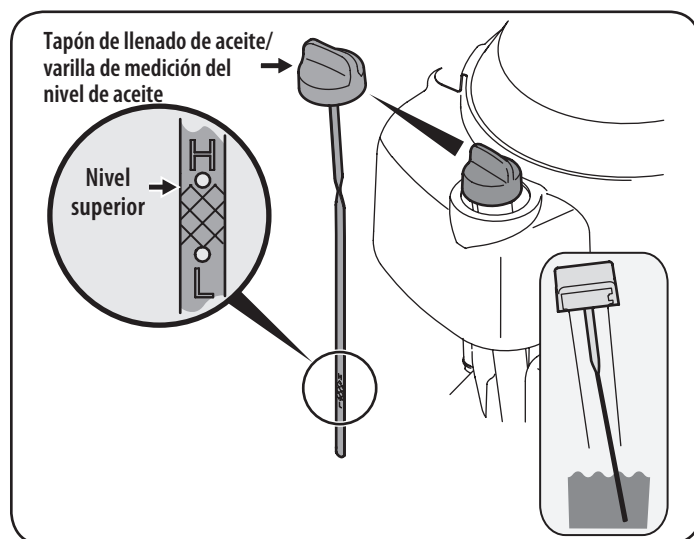

Figura 17
2. Inserte la varilla de medición de nivel dentro del cuello de llenado de aceite. Gire la varilla de medición 1/4 de giro hasta la posición en la que queda trabada para que se asiente por completo. Vea la Figura 17.
4. Si el nivel está bajo, agregue aceite lentamente hasta que la medición está en el límite superior de la varilla de medición. Vea el recuadro de la Figura 17.